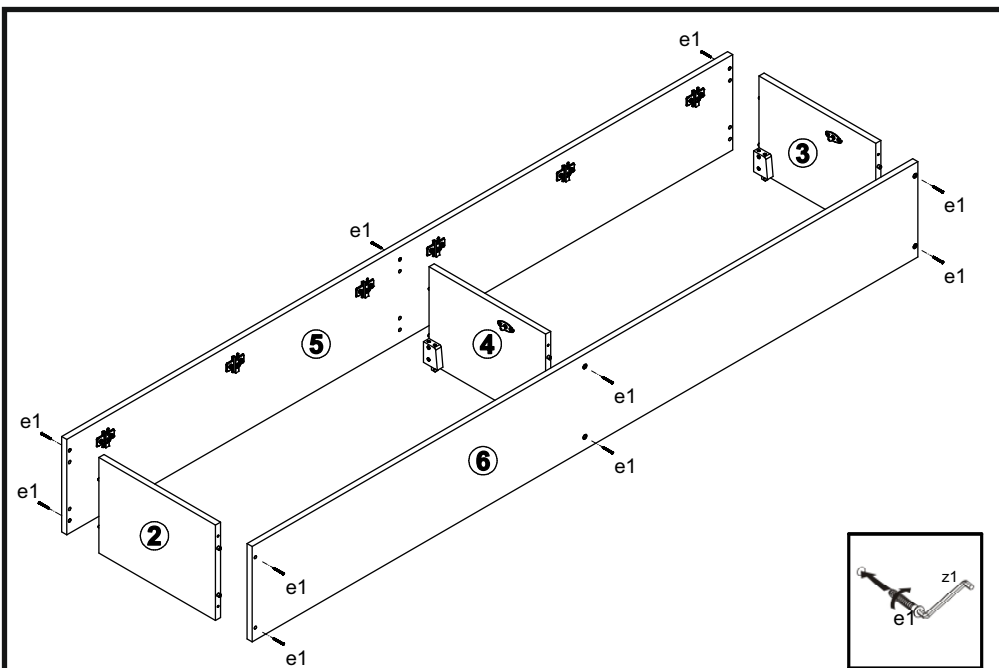

Рисунок 3
6. Соединить детали **2, 3, 4, 5, 6** с помощью конформатов **e1**, пользуясь ключом **z1 (см. рис. 3)**.